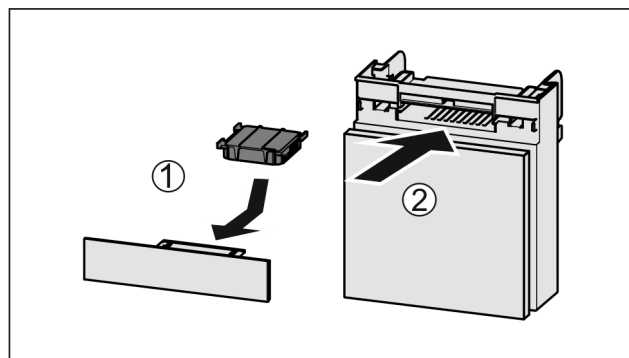

Fig. 90
- Sett inn Fig. 90 (1) aktivkullfilteret etter figuren.
- Skyv inn Fig. 90 (2) hyllen.